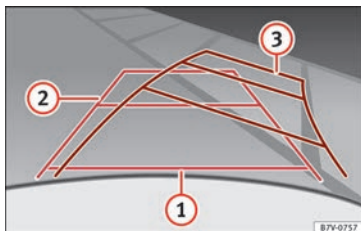

Fig. 216 Pantalla: líneas de orientación del espacio para aparcar detrás del vehículo.
Significado de las líneas de orientación proyectadas en la pantalla » **fig. 216**. Todas las longitudes de las líneas de orientación to-
- Dé marcha atrás lentamente y gire el volante de modo que las líneas amarillas de orientación le guíen hasta el hueco » **fig. 216** 3.